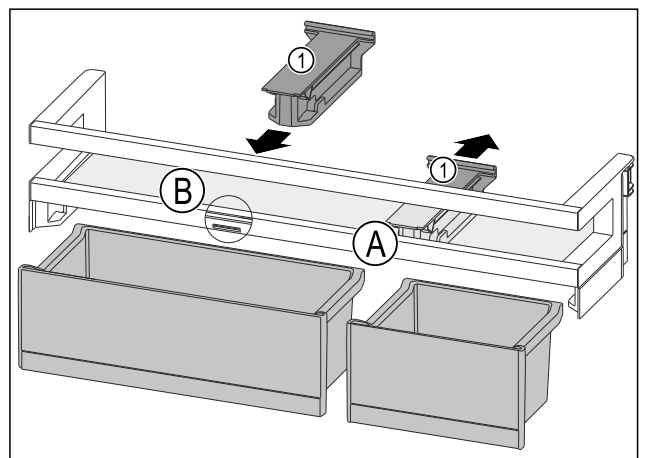

Fig. 87
- Retirer la pièce de retenue Fig. 87 (1) en position Fig. 87 (A) vers l'arrière.
- Mettre la pièce de retenue Fig. 87 (1) en position Fig. 87 (B).